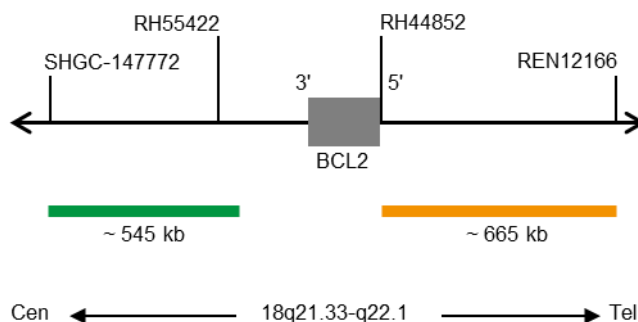

Fig. 1 : Carte de la sonde SPEC BCL2 (pas à l'échelle)
- Polynucléotides marqués au ZyGreen (excitation 503 nm/émission 528 nm) (~10 ng/ μ l), qui ciblent des séquences cartographiées en 18q21.33* (chr18:60,046,152-60,589,273) à proximité de la région du point de rupture BCL2 (voir figure 1).
- Polynucléotides marqués au ZyOrange (excitation 547 nm/émission 572 nm) (~4,5 ng/ μ l), qui ciblent des séquences cartographiées en 18q21.33-q22.1* (chr18:60,994,528-61,658,503) distales de la région du point de rupture BCL2 (voir figure 1).